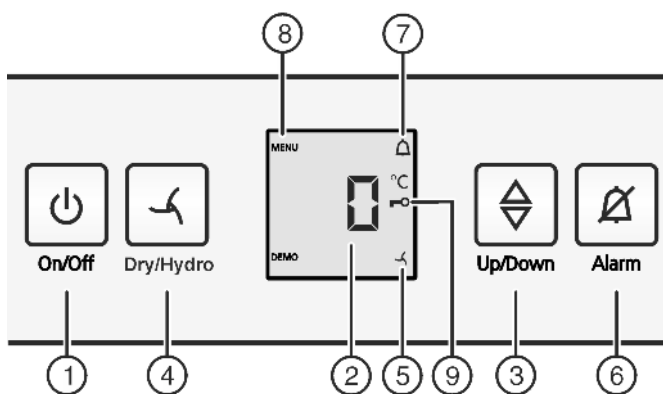

Fig. 2
- ▶ нажмите кнопку On/Off Fig. 2 (1).
- ▶ Активация режима настройки: удерживайте кнопку «Dry/Hydro» Fig. 2 (4) прибл. 6 секунд.
- ▷ Символ меню Fig. 2 (8) горит.
- ▶ Коротко нажмите кнопку Dry/Hydro Fig. 2 (4) для подтверждения.
- ▶ Для включения защиты от детей коротко нажмите кнопку Dry/Hydro Fig. 2 (4).
- ▷ Символ "Защита от детей" Fig. 2 (9) горит. На индикации мигает **с**.
- ▶ Для выключения защиты от детей коротко нажмите кнопку Dry/Hydro Fig. 2 (4).
- ▷ Символ защиты от детей Fig. 2 (9) гаснет. На индикации мигает **с**.
- ▶ Выход из режима настройки: Нажать кнопку "On/Off" Fig. 2 (1).
- ▶ Нажмите кнопку Alarm Fig. 2 (6).